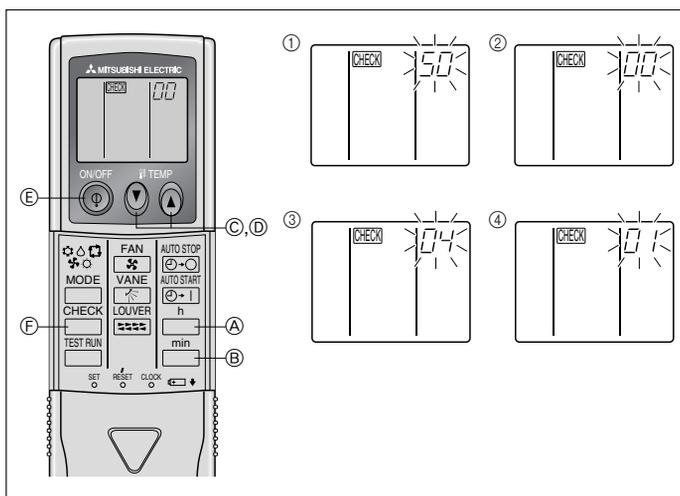

Fig. 6-9
⑧ Drücken Sie die MODE-Taste Ⓔ, und die Betriebsart- und Einstellnummern (I) und (II) werden stetig (nicht-blinkend) angezeigt, und die vorgenommenen Einstellungen können überprüft werden.
⑨ Die Tasten FILTER Ⓐ und TEST RUN Ⓑ gleichzeitig drücken und mindestens zwei Sekunden lang gedrückt halten. Das Funktionswahlbild verschwindet kurzzeitig, und die Anzeige Klimaanlage OFF erscheint.
2) Für die drahtlose Fernbedienung (Fig. 6-9)